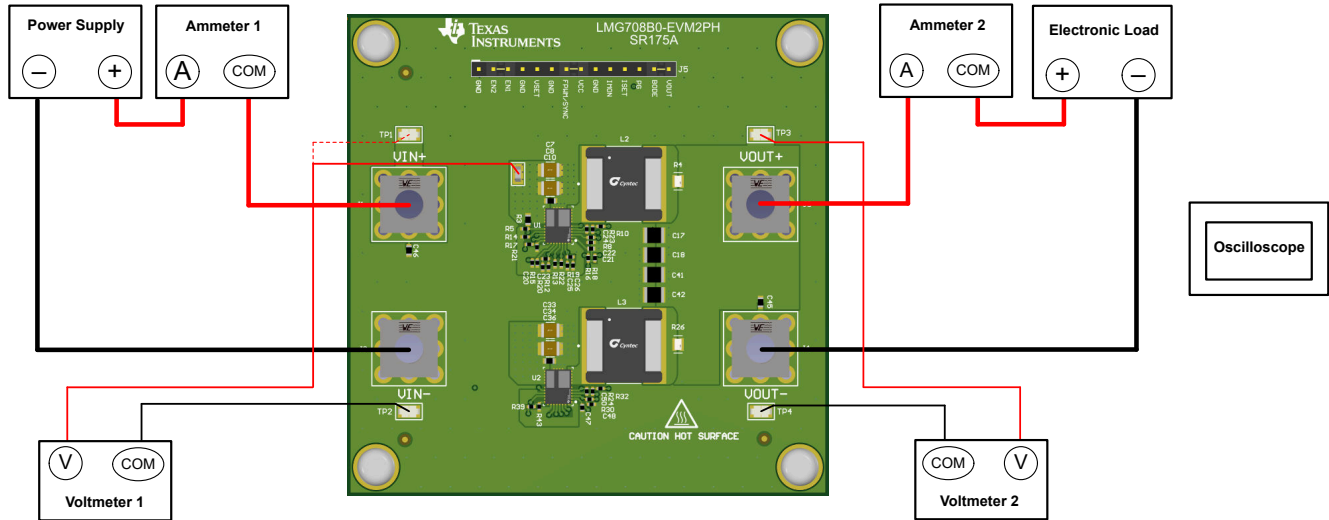

図 2-1. EVM テスト設定
表 2-1 および図 2-1 に記載された評価基板の接続を参照すると、LMG708B0-EVM2PH を評価するための推奨テスト構成が示されています。ESD 保護された作業環境で作業を行い評価基板を取り扱う前に、リストストラップ、ブートストラップ、またはマットが適切に接続され、作業者が接地されていることを確認します。
- DC 入力電源を接続する前に、入力電源の電流制限を最大 0.1A に設定します。入力ソースが最初は 0V に設定され、図 2-1 に示すように VIN+ および VIN- 接続ポイントに接続されていることを確認します。TI は、入力ラインが長い場合、ダンピングを確保するために追加の入力バルク コンデンサの使用を推奨します。